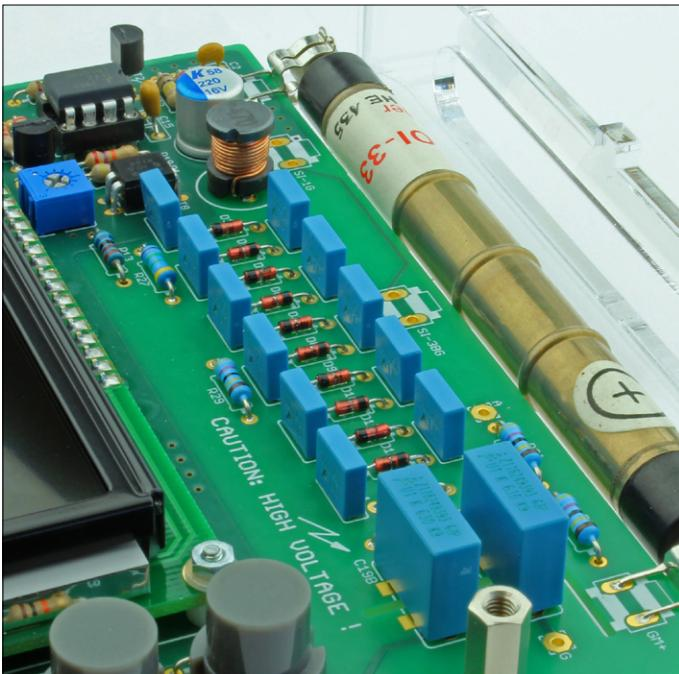

Figure 5. Un tube Geiger-Muller ne fonctionne que sous haute tension.
L'alimentation haute tension (HT) est construite autour d'un temporisateur 7555. Il s'agit d'un convertisseur élévateur suivi d'une cascade HT qui multiplie la tension de sortie par six (**fig. 5**). Pour obtenir une tension aussi propre que possible, la sortie du multiplicateur passe par le filtre R28/C20 (A ou B). Comme T8 (un MOSFET de type IRLD110) peut commuter des tensions jusqu'à 100 V, la tension de sortie maximale théorique est de 600 V. En pratique, la tension de sortie peut être réglée de 280 V à 550 V, ce qui permettra l'utilisation de nombreux types de tubes G-M. Si T8 est un IRFD220 et que C19B ainsi que C20B remplacent C19A et C20A, une tension